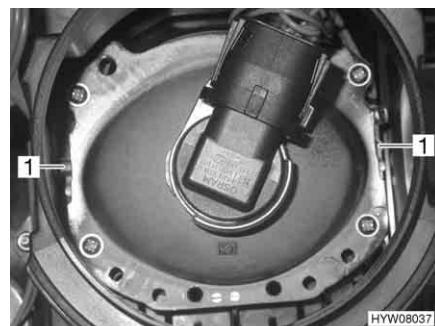
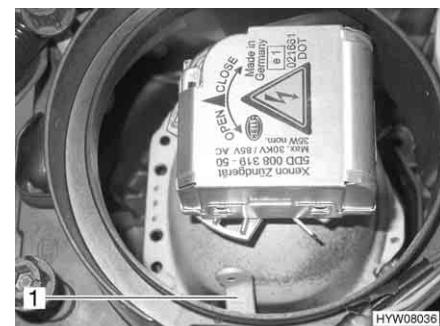

Fig. 222 Conversione fari anteriori
Fig. 223 Conversione fari anteriori (fari Xenon)
- Inclinare tutte le leve di conversione (Fig. 222,1 o Fig. 223,1) presenti sull'altro lato.